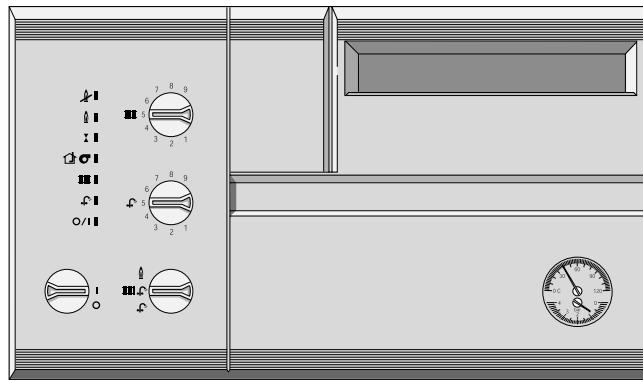
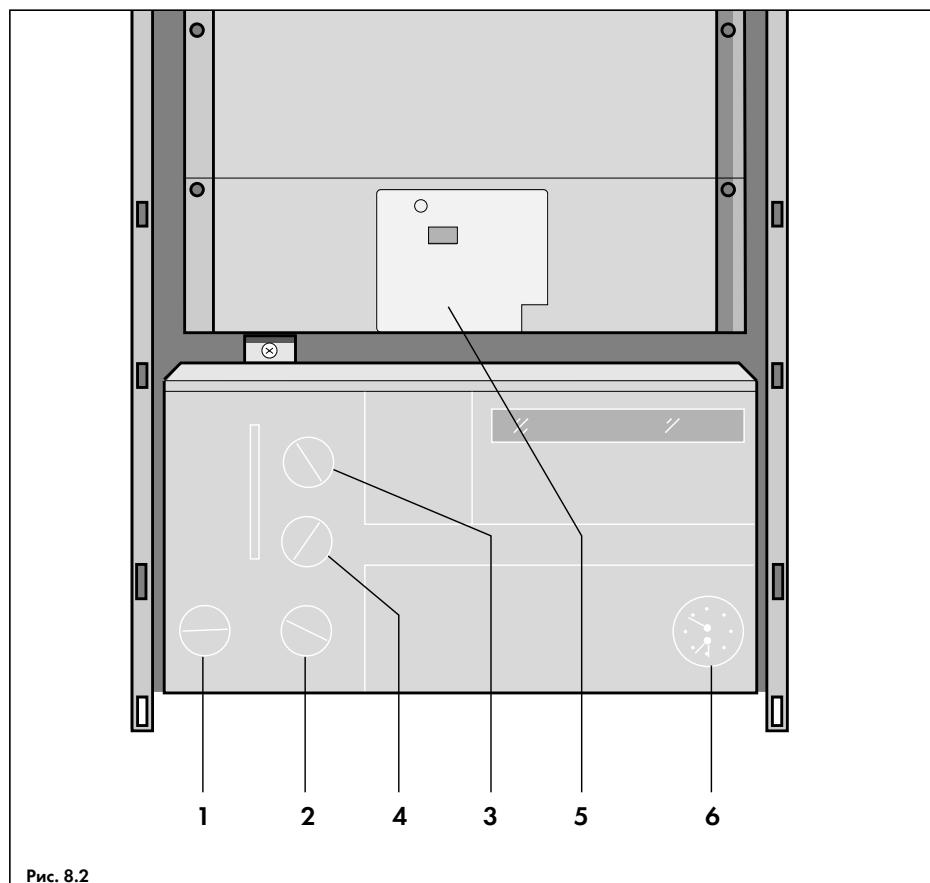

Рис. 8.1
Рис. 8.2
Аппарат имеет систему индикации, которая показывает его рабочее состояние и возникшие при работе неисправности. С ее помощью можно провести проверку функционирования аппарата в режимах отопления и приготовления воды для хозяйственных нужд * (рис. 8.1).
- Включить главный выключатель котла (1, рис. 8.2), поставив его из положения "выкл" (0) в положение "вкл" (1); При этом должен загореться зеленый СДИ "Сеть вкл/выкл";
- Поставить переключатель режимов работы (2, рис. 8.2) в положение "Отопление и горячая вода"
- Обеспечить запрос работы аппарата на отопление, установив регулятор температуры подающей линии (3, рис. 8.2) на "9". В случае, если к аппарату подсоединенны внешние регуляторы, обеспечить запрос работы аппарата на них. При этом должен загореться желтый СДИ "Запрос отопления";
Указание: Если попытка зажигания оказалась безуспешной, то на панели управления котла загорится красный индикатор "Сбой" (см. рис. 8.1). Как правило, это означает, что нарушена подача газа или же из газопровода не до конца удален воздух. Проверить еще раз подачу газа, после чего переключатель режимов работы (2, рис. 8.2) повернуть в положение "Разблокировать" . Будет предпринята повторная попытка розжига.
- Включить аппарат в любом режиме и закрыть газовый кран на опускке. В течение 10 сек. аппарат должен пытаться разжечь горелку (искровые разряды на электродах розжига можно видеть через смотровое окошко на теплоотражающем щитке (5, рис. 8.2)). По истечении 10 сек. аппарат должен выключиться;
- Открыть газовый кран и снять сбой, для чего переключатель режимов работы (2, рис. 8.2) повернуть в положение "Разблокировать" . Горелка будет разблокирована и аппарат начнет работу.
- Повторно заполнить водой отопительную установку и спустить из нее воздух, как описано в главе 6.4. Систему отопления заполнить до уровня, при котором манометр (6, рис. 8.2) показывает давление на 0,5 бар большее, чем статическое давление воды в системе отопления на уровне установки аппарата, но не менее 1 бар. Статическое давление 1 бар соответствует 10 м высоты системы отопления.
Указание: Минимальное давление на манометре (6, рис. 8.2) никогда не должно опускаться ниже значения 1 бар.
- Установить регулятор температуры отопления (3, рис. 8.2) на желаемое значение.
Указание: Первые часы эксплуатации аппарата рекомендуется устанавливать регулятор температуры отопления (3, рис. 8.2) на значение не выше "6". При этом имеющиеся в воде соли кальция и магния выпадут в основном внутри трубопроводов системы отопления, не повредив первичный теплообменник и узлы аппарата (насос, переключающий вентиль и пр.).
- Регулятор температуры горячей воды * (4, рис. 8.2) установить на желаемое значение. При обычных условиях этот регулятор должен устанавливаться на "6".